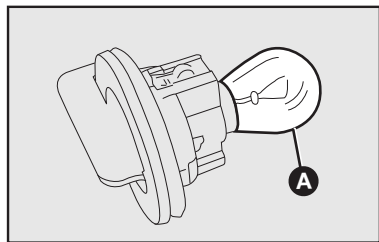

fig. 25
- 3) Retirar a lâmpada **A-fig. 25**, empurrando-a um pouco e girando-a em sentido anti-horário.